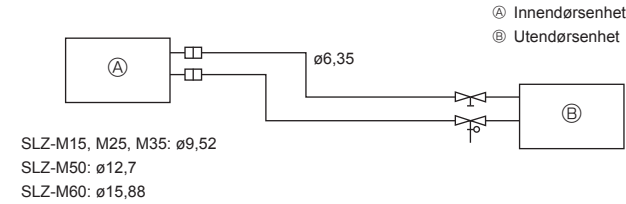

Fig. 5-1
5.2. Kjølemediummør (Fig. 5-1)